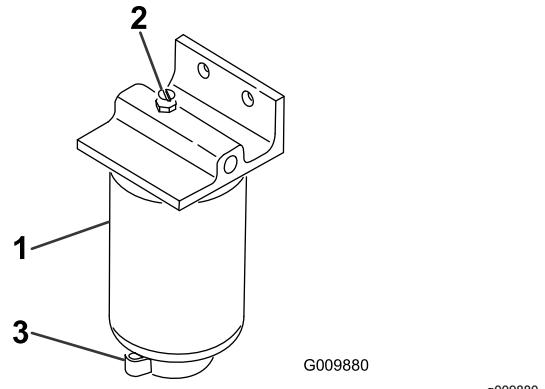

Figura 55
2. Allentate la valvola di spurgo situata nella parte inferiore della scatola del filtro (Figura 55).
1. Pulite la superficie circostante la scatola del filtro (Figura 55).